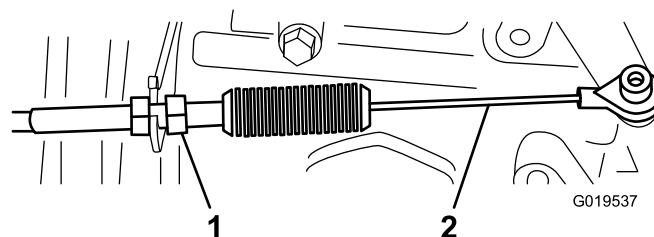
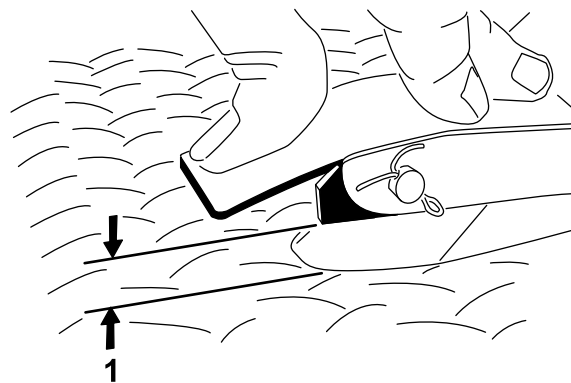

Bild 67
Bild 68
2. Stellen Sie das Kugelgelenk am Gaszug (Bild 67) so ein, dass Sie einen Abstand von 2,54 mm bis 6,35 mm zwischen dem Gaspedalarm und der Oberseite des Bodenplattensternmusters (Bild 68) erhalten, wenn Sie eine Kraft von 11,3 kg auf die Pedalmitte aufbringen. Ziehen Sie die Sicherungsmutter fest.